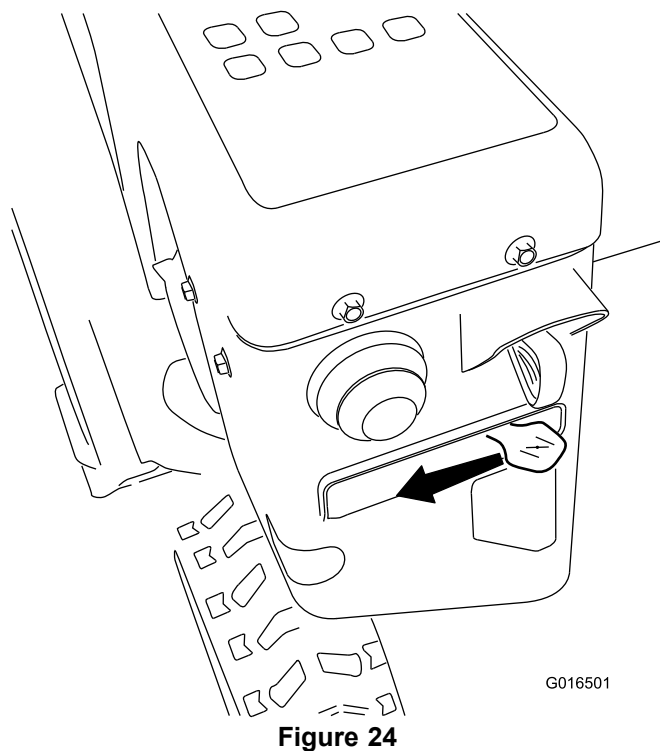

Figure 24
5. Amenez la commande de starter en position STARTER (Figure 24).